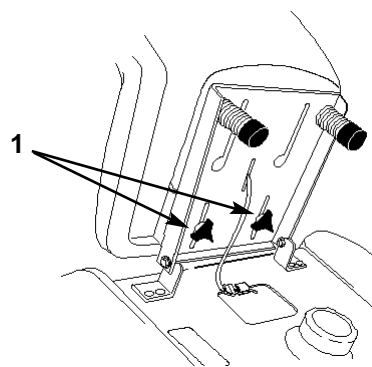

Fig. 12
1. Alzate il sedile ed allentate le manopole di regolazione (Fig. 12).